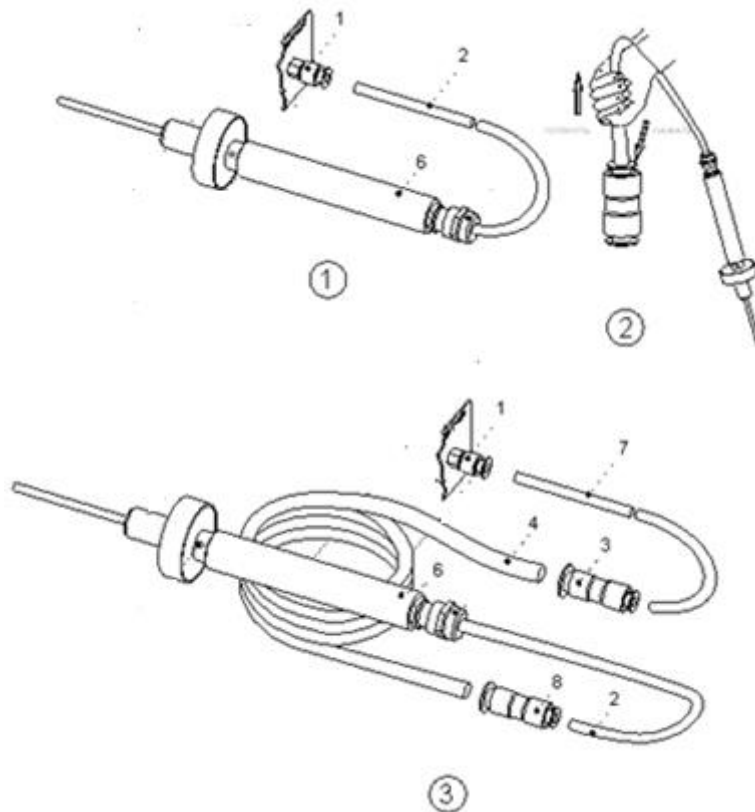

Рис. 2.2. Схема соединения элементов пробоотборника с газоанализатором и элементами удлинителя
1.5.2.5 Удлинитель пробоотборника предназначен для использования при проведении измерений в труднодоступных и удаленных местах. Удлинитель пробоотборника изготовлен из фторопластовой трубки с внешним диаметром 6 мм, внутренним диаметром 4 мм, длиной от 1 до 10 м (поз 4 рис. 2.2), к одному концу которой через переходник с диаметра 6 мм на диаметр 4 мм (поз. 3 рис. 2.2) присоединена фторопластовая диаметром 4 (поз. 7 рис. 2.2) для соединения с входным штуцером газоанализатора, на другом конце установлен переходник с диаметра 6 мм на диаметр 4 мм (поз. 8 рис. 2.2) для соединения с соединительной трубкой пробоотборника. Диаметр соединительной фторопластовой трубки (и удлинителя) соответствует требованию ГОСТ 31610.0-2019 по электростатической безопасности (для предотвращения образования электростатического заряда и искрообразования при контакте с металлическими поверхностями).
2.2.3 Для подсоединения удлинителя пробоотборника к газоанализатору выполнить следующие действия (рис. 2.2):
- отсоединить соединительную трубку (2) от штуцера ПРОБА (1), используя прием, показанный на рис. 2.2.
- соединить соединительную трубку удлинителя (7) со штуцером ПРОБА (1);
- соединительную трубку (2) с пробоотборником с помощью переходника (8) соединить с удлинителем пробоотборника (4).